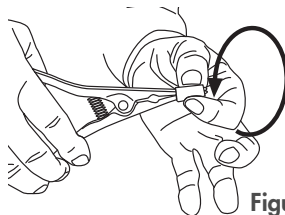

Figure 5
- 2) Élargir lentement la pince écarteuse et presser à maintes reprises en exerçant de la pression et en s'arrêtant quelques instants à chaque ouverture. Répéter l'opération plusieurs fois en tournant l'adaptateur en élastomère (figure 5) jusqu'à obtenir une dilatation uniforme.